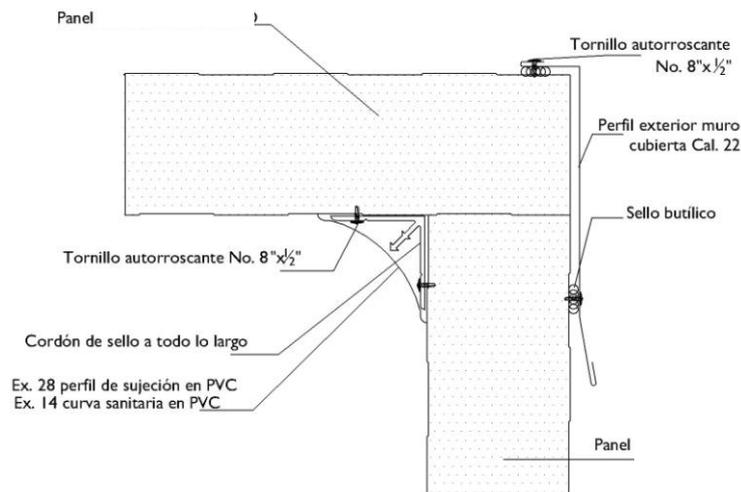

Fig. 10
**4.3.13** Los espacios libres que puedan quedar dentro de la perfilería se deberán rellenar con espumas de poliuretano o lanas aislantes aplicadas en el sitio. Así como la junta macho hembra entre panel y panel. Adicionalmente se pueden terminar las esquinas interiores entre muros y techos con remates cóncavos sanitarios en PVC. (Fig. 10)